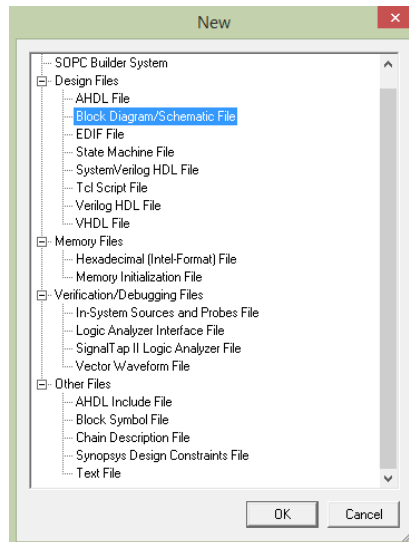

Рис. 27 Створення діаграмного файлу.
2.4.1. Щоб завершити проект необхідно створені блоки поєднати у схему. Для цього створюється діаграмний файл: File/New... (рис. 27) та зберігається з ім'ям **pipemult.bdf**.